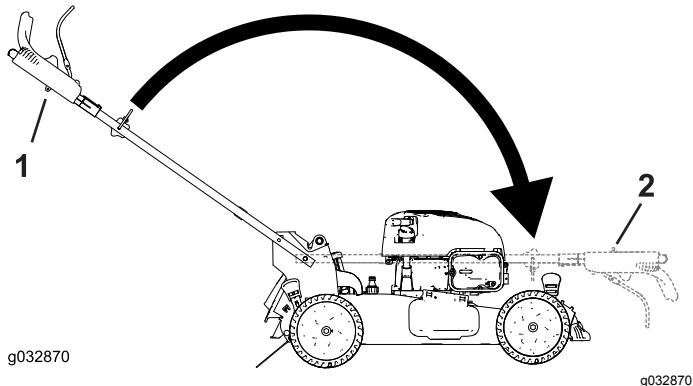

Figura 29
- Pliegue el manillar hacia adelante (Figura 29).